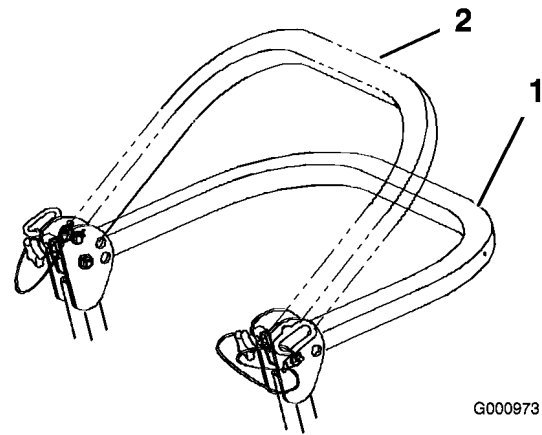

Figura 5
3. Coloque la barra antivuelco en la posición de bajada. Hay dos posiciones de bajada. Vea las posiciones en Figura 5.